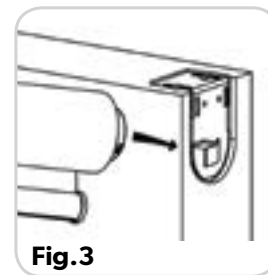

Fig.3
- B.** Instale el costado derecho del rollo colocando la lengüeta en la abrazadera derecha en la rueda de tensión. **(Fig. 3)**